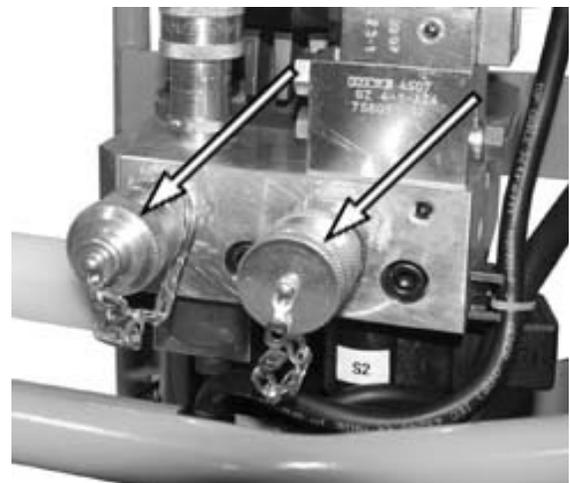

Figura 3.
3. Consulte la figura 3. Retire las cubiertas de protección de las salidas de fluido hidráulico.